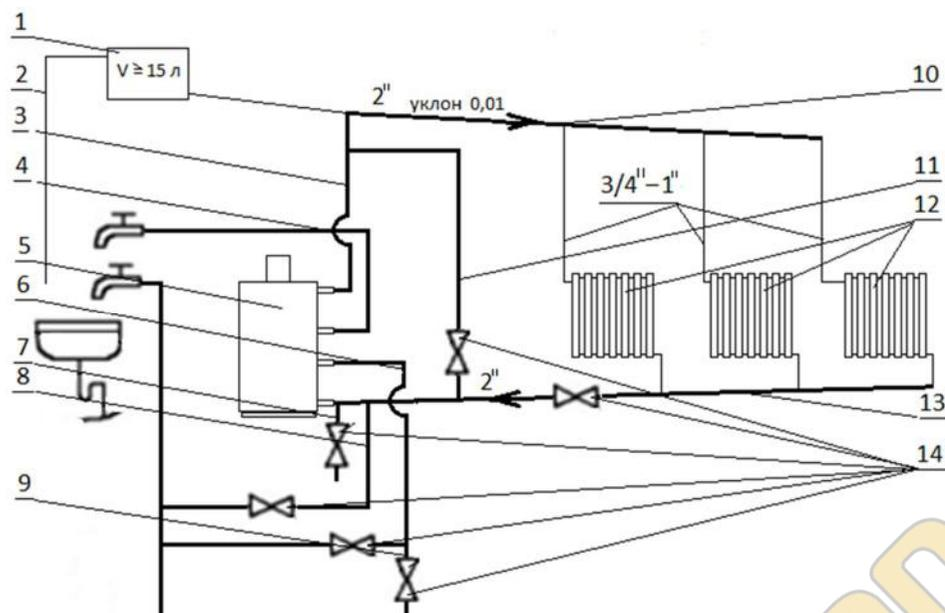

Рис.5. Схема системы отопления и горячего водоснабжения.
- 8.3. При выключении котла в зимнее время на продолжительный срок, при угрозе замерзания системы отопления и котла, полностью слейте воду. Для этого откройте вентили 14 Рис.5.